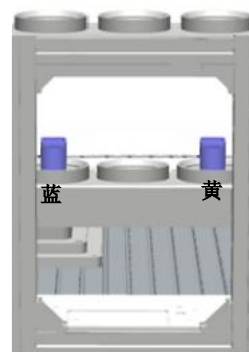

图 8 电机成品入库位置
步骤④电机成品入库：将已定位好的电机成品搬运到如图 8 所示立体库中。